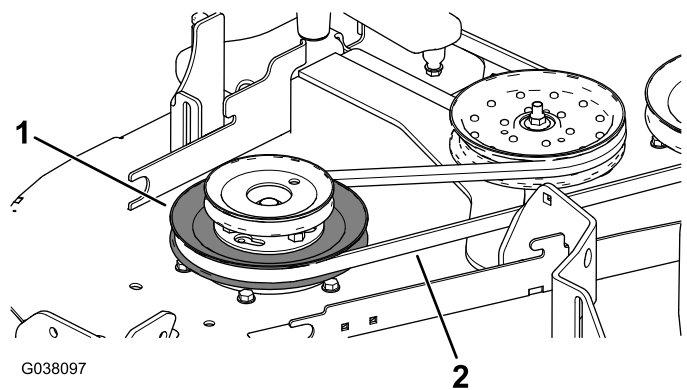

図 32
6. ダブルプーリの下側のプーリに刈り込みベルトを掛け回す 図 32。